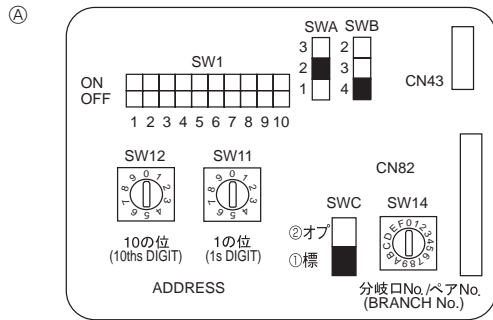

Fig. 4-4
4.5. Configuración de las direcciones (Fig. 4-4)
4.6. Ajuste del interruptor según la altura del techo (Fig. 4-4)
④	4 direcciones	2,7 m, 8,9 pies	3,2 m, 10,5 pies	4,5 m, 14,8 pies
③	3 direcciones	3,0 m, 9,8 pies	3,6 m, 11,8 pies	4,5 m, 14,8 pies
②	2 direcciones	3,3 m, 10,8 pies	4,0 m, 13,1 pies	4,5 m, 14,8 pies
4.7. Captar la temperatura de la sala con el sensor incorporado en el mando a distancia (Fig.4-4)